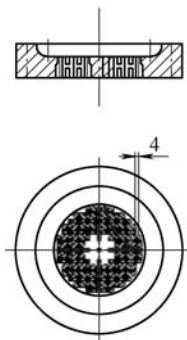
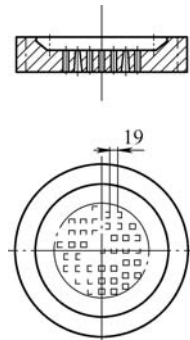

图2 改善前凹模
图3 改善后凹模
样,根据重新确定的最小孔距(19mm),将密集小方孔相间分割成图2所示的四个区域。②如图3所示,在不同象限中形成稀疏小孔排布。③分别通过逆时针或顺时针方向旋转凹模 $90^\circ$ 、 $180^\circ$ 和 $270^\circ$ ,原密集排布小方孔经4次冲孔后,完成冲裁。